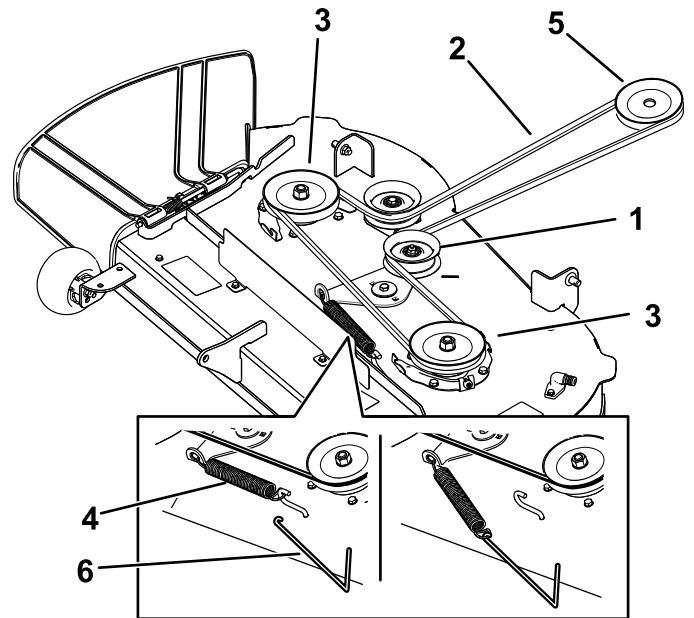
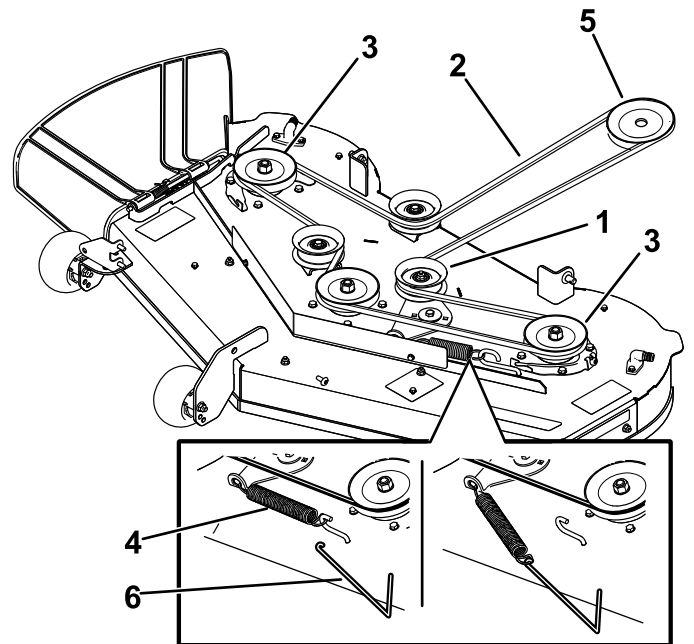

Bild 54
Bild 55
- 6. Entfernen Sie die Spannscheibenfeder mit einem Werkzeug zur Federentfernung (Toro-Bestellnummer 92-5771) vom Mähwerkhebel, um die Spannung von der Spannscheibe zu nehmen, und rollen Sie den Riemen von den Riemenscheiben (Bild 54 oder Bild 55).
7. Verlegen Sie den neuen Riemen um die Motor- und Mähwerkriemenscheiben (Bild 54 oder Bild 55).
8. Setzen Sie die Spannscheibenfeder mit einem Werkzeug zur Federentfernung (Toro Bestellnummer 92-5771) auf den Mähwerkhaken, um die Spannscheibe und den Mähwerkriemen zu spannen (Bild 54 oder Bild 55).